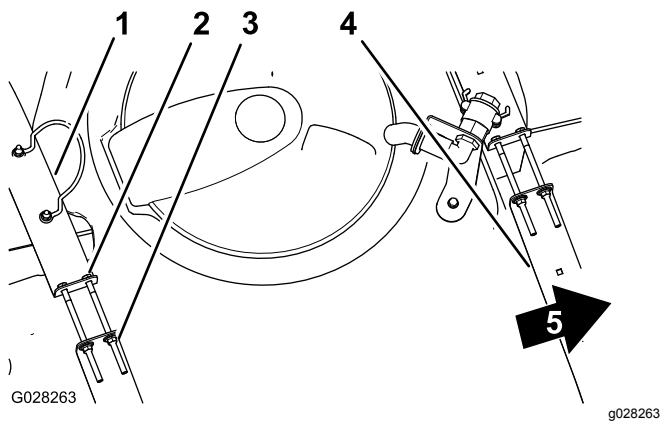

Figura 68
2. Verifique se há algum movimento entre as correias do depósito e o depósito (Figura 68).
3. Se as correias do depósito estiverem largas, aperte os parafusos e as porcas de bloqueio na parte superior das correias até estas ficarem justas à superfície do depósito (Figura 68).